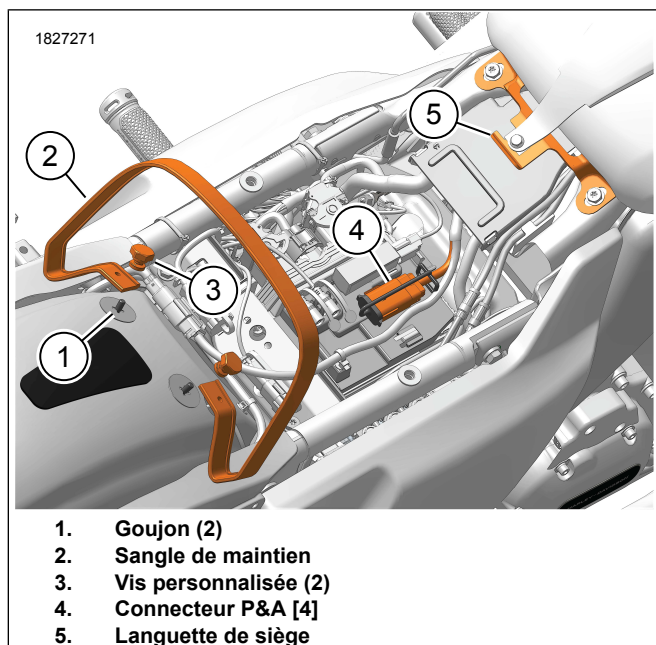

Figure 2. Emplacements des composants
1. Voir la Figure 2. Installation de la **nouvelle** sangle de maintien.
- a. Installer la sangle de maintien (2) sur les goujons (1).
- b. Installer les vis personnalisées (3).
3. Voir la Figure 2. Connectez le connecteur de faisceau de la selle (5) au connecteur de l'accessoire P&A (4).
5. Voir la Figure 2. Insérer l'arrière de la selle à travers la sangle de maintien (2) jusqu'à ce que la fente de montage de la selle (6, Figure 7) située sous le côté inférieur avant de la selle se trouve derrière la languette de la selle (5).
6. Voir la Figure 2. Faire glisser la selle vers l'avant jusqu'à ce que la languette de la selle s'engage complètement dans la fente de montage de la selle (5).